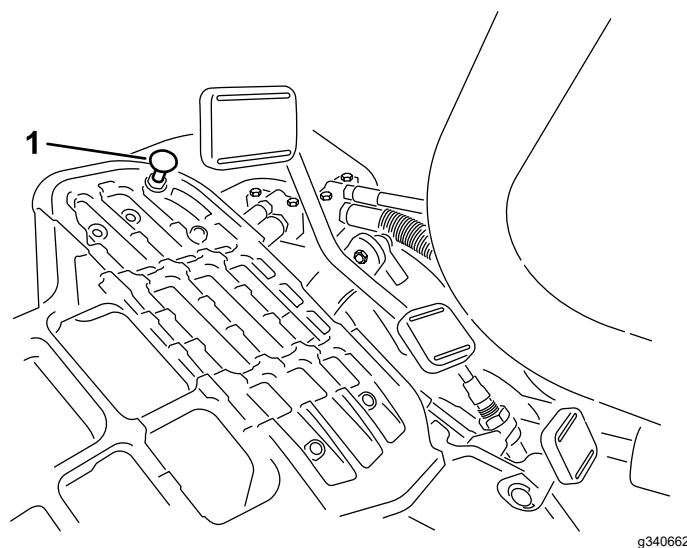

Figura 39
Para obtener la velocidad máxima de transporte, ponga la palanca de control funcional en la posición de TRANSPORTE y pise el pedal de tracción. Si el pedal toca el tope (Figura 39) antes de que se note tensión en el cable, ajústelo como se indica a continuación:
1. Ponga la palanca de control funcional en la posición de TRANSPORTE y afloje la contratuerca que fija el tope del pedal a la chapa del suelo (Figura 39).